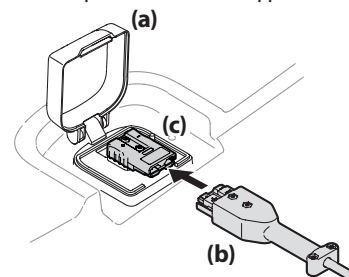
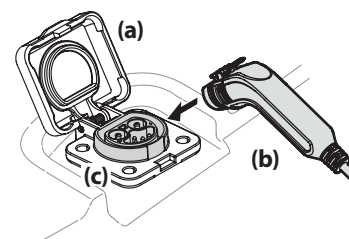

Figure 11
Figure 12
1. Relevez le couvercle de la prise de recharge (a). Voir Figure 11 pour le style 1 (725-07253) et la Figure 12 pour le style 2 (Chargeurs de la série T56XXX).
2. Branchez le cordon de recharge (b) du chargeur dans la prise (c). Voir la Figure 11 pour le style 1 et la Figure 12 pour le style 2.